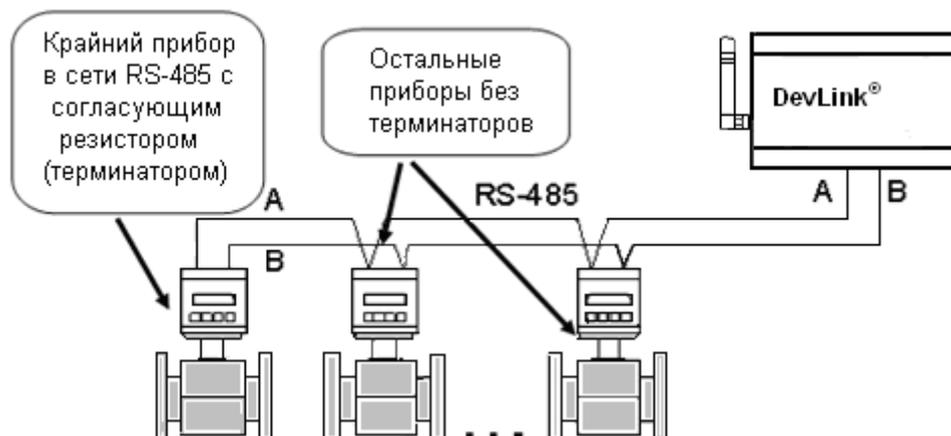

Рисунок 10 – Пример подключения к контроллеру **DevLink®** сети RS-485
- **DevLink®** должен быть крайним звеном в цепи приборов, объединенных в сеть RS-485 (не должен включаться в разрыв цепи RS-485, рисунок 10).